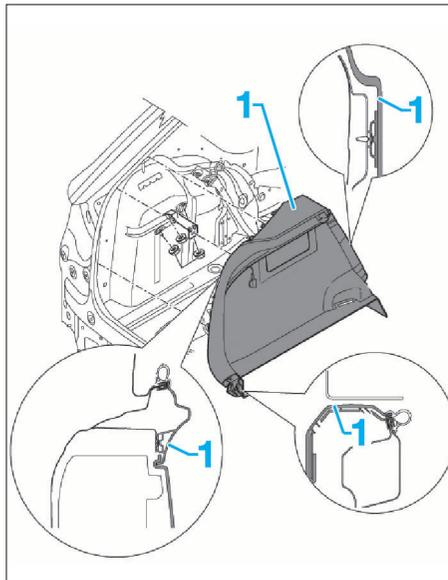

FIG. 24
- déposer la garniture de passage de roue arrière (1) (Fig.24).